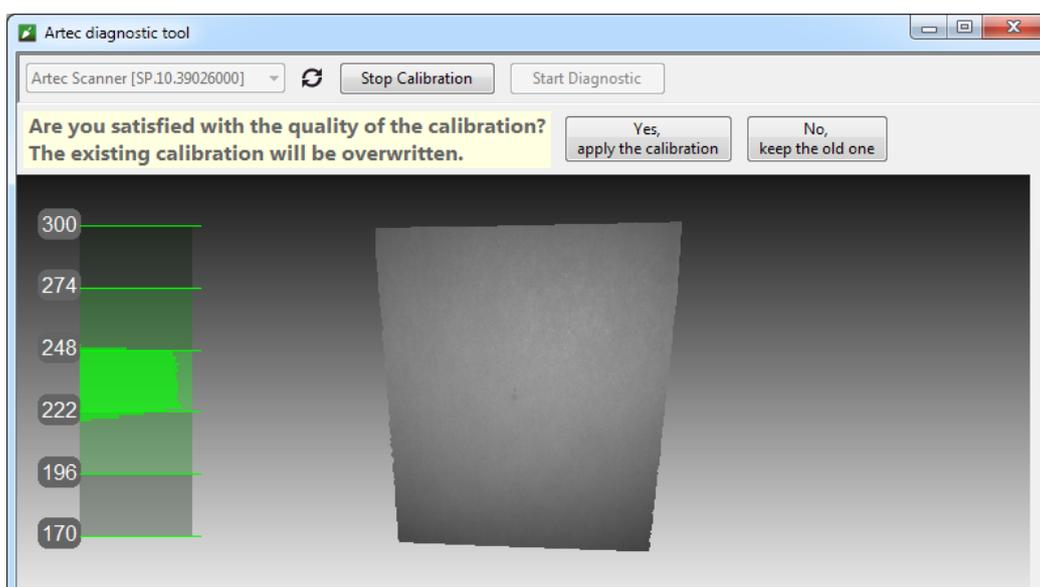

Рис. 12.12: Оценка результатов калибровки
11. Если на поверхности нет дырок, и вы удовлетворены результатами реконструкции, нажмите кнопку *Да, применить калибровку*. Чтобы сбросить новую калибровку, нажмите кнопку *Нет, сохранить старую версию* (Рис. 12.12).